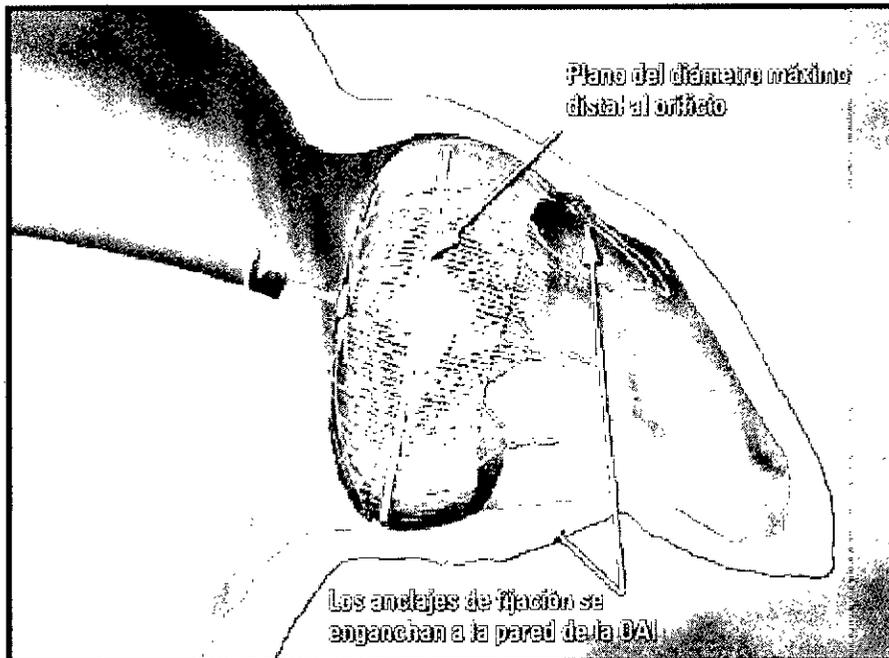

Figura 5. Posición y tamaño del dispositivo de cierre de la OAI WATCHMAN
A. Posición: el plano del diámetro máximo está en el orificio de la OAI o en posición justamente distal en relación al mismo y lo abarca por completo (consulte la figura 5).
C. Tamaño (compresión): mida el plano del diámetro máximo del dispositivo (consulte la Figura 5). Utilice la Tabla 2 como guía.